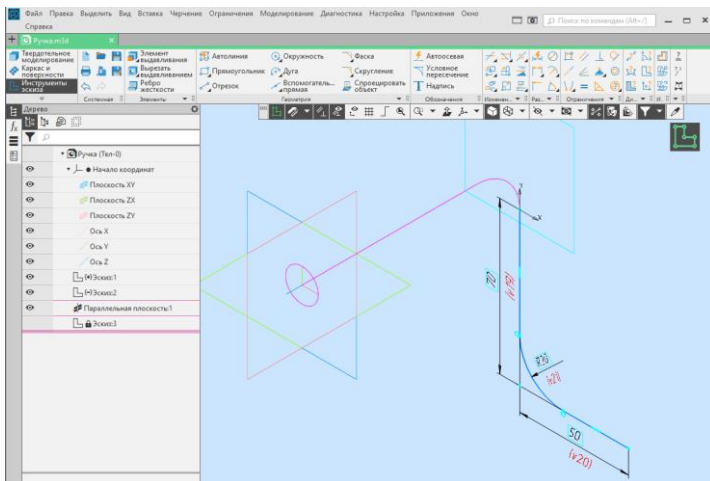

Рис. 30.
- выделяем вспомогательную плоскость и продолжаем построение эскиза-траектории, перейдя в ориентацию **Изометрия**. Для этого вниз строим отрезок длиной 70 мм и вправо 50 мм, выполняем между ними скругление радиусом 20 мм (рис. 30). Выключаем **Эскиз**.